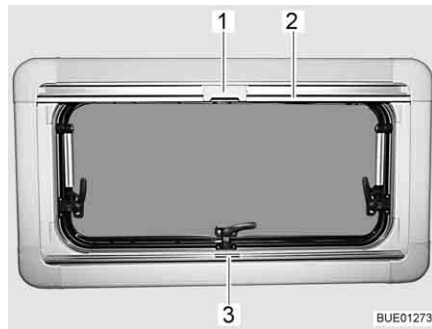

Fig. 63 Finestra apribile
- Afferrare la tendina oscurante pieghevole per la parte centrale della barra di presa (Fig. 63,3), tirarla dal basso verso l'alto e rilasciarla nella posizione desiderata. La tendina oscurante pieghevole rimane in questa posizione.
- Tirare la zanzariera a rullo accompagnandola con la barra di presa (Fig. 63,2) verso il basso, fino a quando la barra di presa non arriva a contatto con la tendina oscurante pieghevole (Fig. 63,3).
- Bloccare l'aggancio (Fig. 63,1) della zanzariera a rullo nella barra di presa della tendina oscurante pieghevole.
- Premere in alto all'indietro l'aggancio (Fig. 63,1) sulla zanzariera a rullo.
- Ricondere lentamente la zanzariera a rullo accompagnandola con la barra di presa (Fig. 63,2).